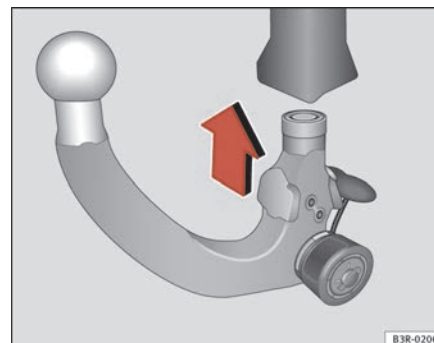

Fig. 161 Dispositivo de reboque desmontável: Colocar a rótula
- Coloque a rótula sob tensão no tubo de encaixe e faça pressão para cima no sentido que indica a seta ⇒ página 209, fig. 161 ⇒ ⚠. O processo de bloqueio é feito automaticamente. Nesse momento deve poder ouvir-se nitidamente um estalido de encaixe.